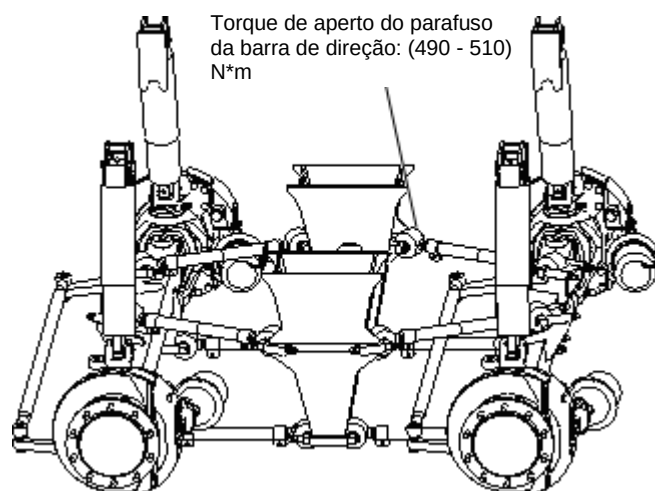

Figura 05 – 34
- b) Verifique a junta esférica da barra de direção. Consulte a Figura 05 – 35.